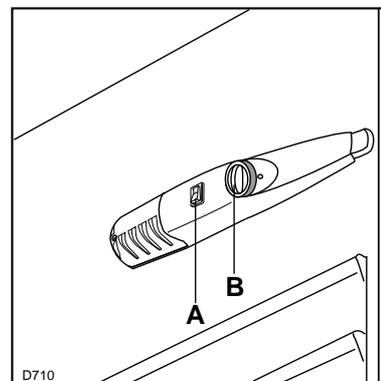

Abb. 10a
Bei einer Raumtemperatur unter +14°C muß der Schalter (A) (siehe Abb. 10a) gedrückt werden (die eingebaute Kontrolllampe leuchtet auf).